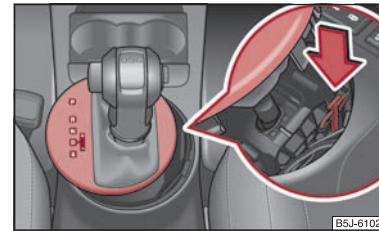

Abb. 104 Wählhebel-Notentriegelung ▶
- Drücken Sie das gelbe Kunststoffteil mit dem Finger nach unten ⇒ Seite 101, Abb. 104.